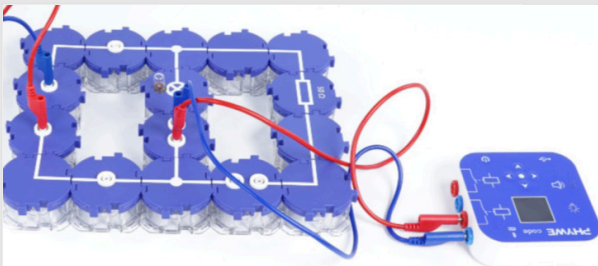

Fig. 3
- Conecte las dos conexiones superiores del código Cobra SMARTSense debajo de la bombilla. Las dos conexiones superiores son las que están a la altura del logotipo PHYWE. (Fig. 3)